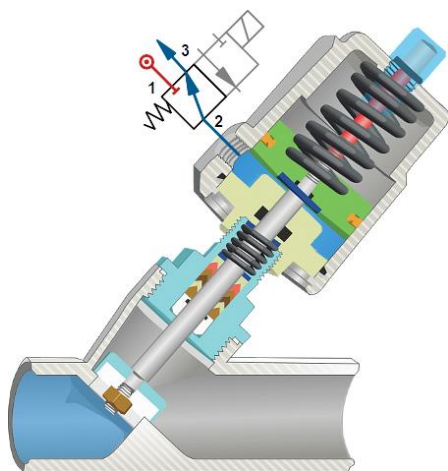
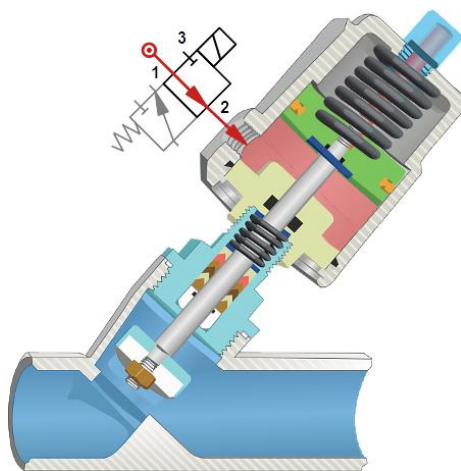
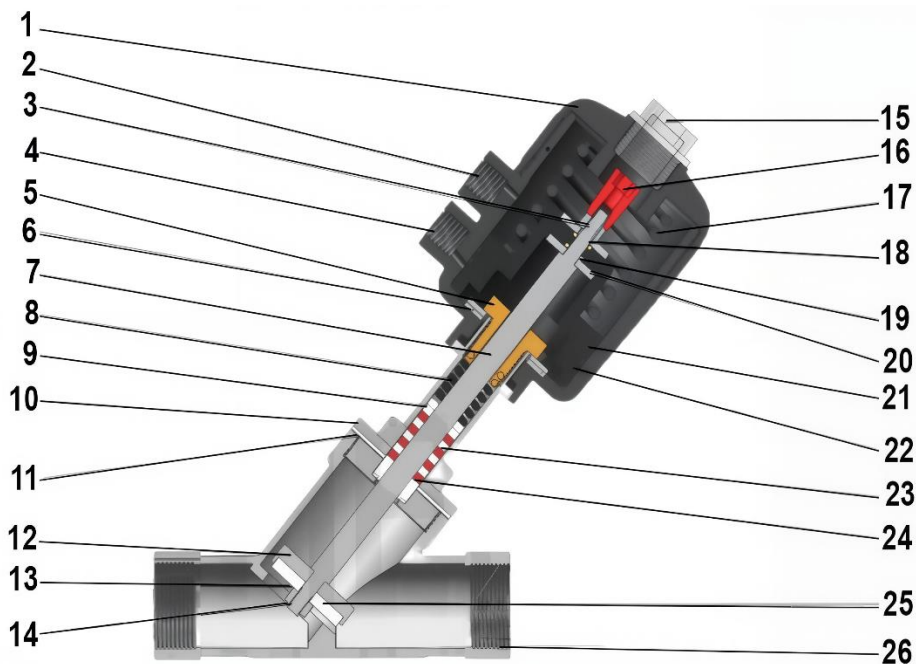

Рисунок 1 - Клапан в закрытом состоянии
Рисунок 2 - Клапан в открытом состоянии
Рисунок 3 - Деталировка
1.3. Принцип работы (для ознакомления). Срабатывание клапана происходит за счёт давления сжатого воздуха, подаваемого в пневмопривод, а возврат в исходное положение — за счет силы упругой деформации пружины, сжимающейся при срабатывании клапана. Клапаны с пневмоприводом одностороннего действия нормально закрытые (НЗ). Это обозначает что в исходном состоянии (см. рисунок 1) клапан закрыт и не пропускает рабочую среду. Для открытия клапана необходимо подать сжатый воздух в воздушный порт 1 (см. рисунок 3) пневмопривода клапана. Это приводит к перемещению поршня вместе с прикрепленными к нему штоком и диском. В результате клапан открывается и пропускает рабочую среду от входа к выходу (см. рисунок 2). Для возврата в исходное состояние достаточно сбросить воздух из пневмопривода в атмосферу.
5.14. В верхней части пневмопривода клапана имеется внутреннее резьбовое отверстие (рис.4, поз. R) с установленным съемным индикатором положения (рис. 3, поз. 15). Вместо индикатора возможна установка дополнительных аксессуаров (например - пневмопозиционера). Тип и размер резьбы указаны в таблице 3.